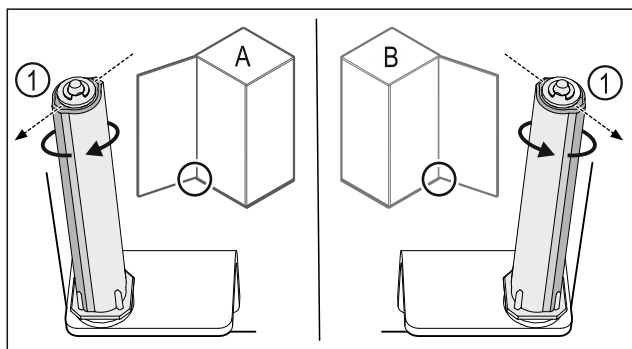

Fig. 34 Tope izquierdo (A) / tope derecho (B)
- Girar el sistema de cierre contra la resistencia hasta que el alma del sistema de cierre Fig. 34 (1) apunte hacia afuera.